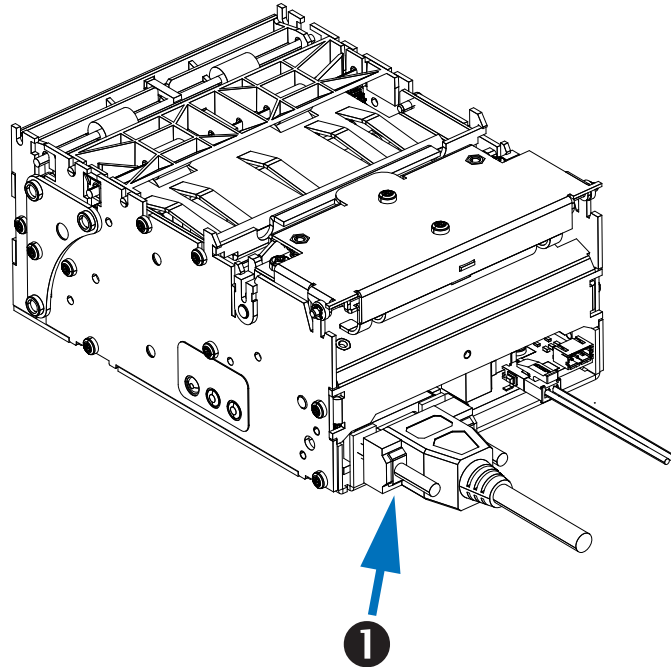

図 4-15・シリアル接続
詳細については、図 4-15 を参照してください。使用ケーブルは、一方の端に 9 本ピン「D」タイプ (DB-9P) オス・コネクタを装備している必要があります。このコネクタをプリンタ後部のメス (DB-9S) シリアル・ポート ① に差し込みます。信号インターフェイス・ケーブルのもう一つの端は、ホスト・コンピュータのシリアル・ポートに接続します。特定のインターフェイス必要条件によって、ヌル・モデム (クロスオーバー) ・ケーブルになる可能性が高いです。